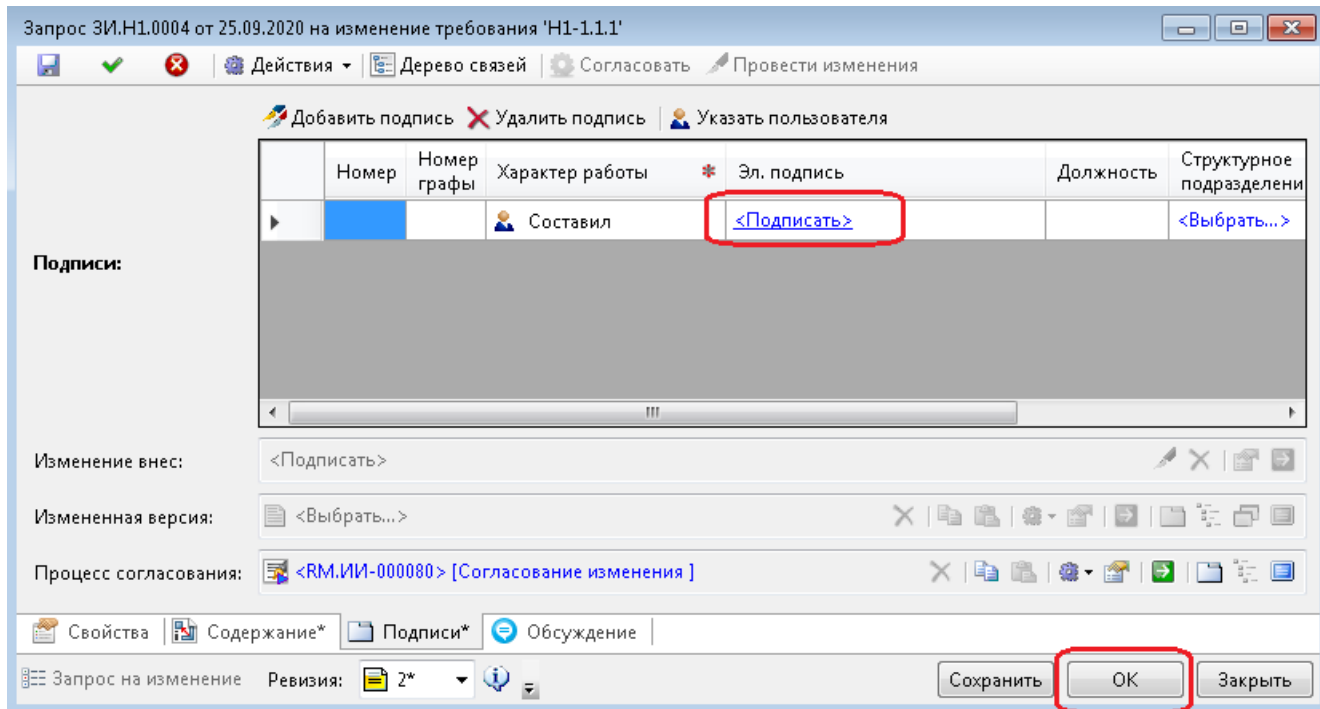

Рисунок 105 — Окно подписи задачи внесения изменений
- нажать ОК для сохранения сделанных изменений и закрытия окна свойств запроса (Рисунок 105).